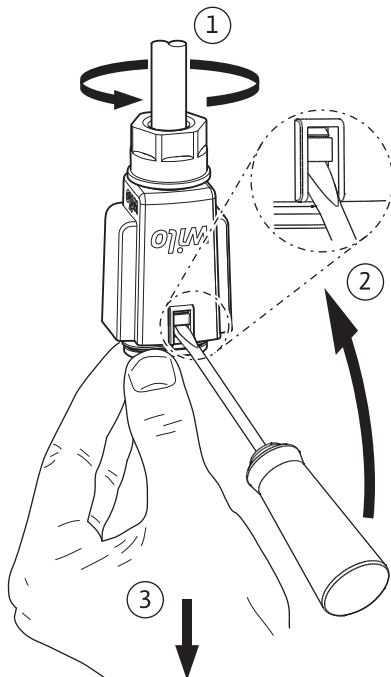

Fig. 6: Wilo-Connectori demonteerimine
- Eemaldage Wilo-Connector pumbalt ja demonteerige sobiva kruvikeerajaga (Fig. 6).